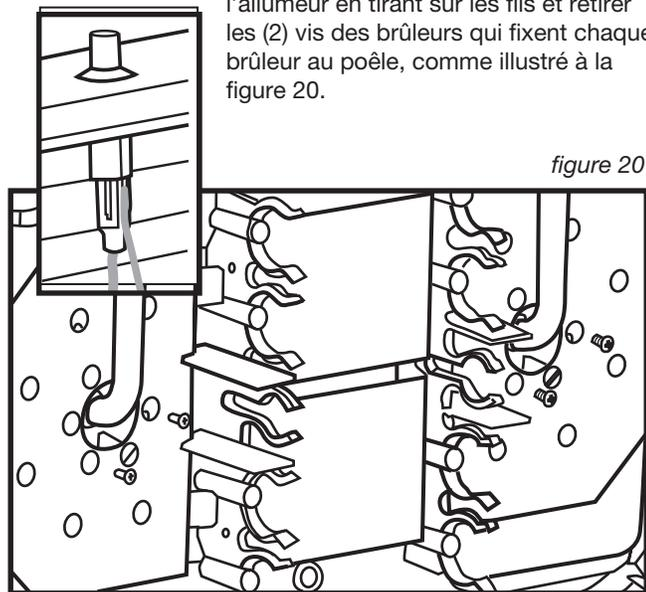

figure 20
3. Sous le poêle, dégager les fils de l'allumeur des électrodes de l'allumeur en tirant sur les fils et retirer les (2) vis des brûleurs qui fixent chaque brûleur au poêle, comme illustré à la figure 20.